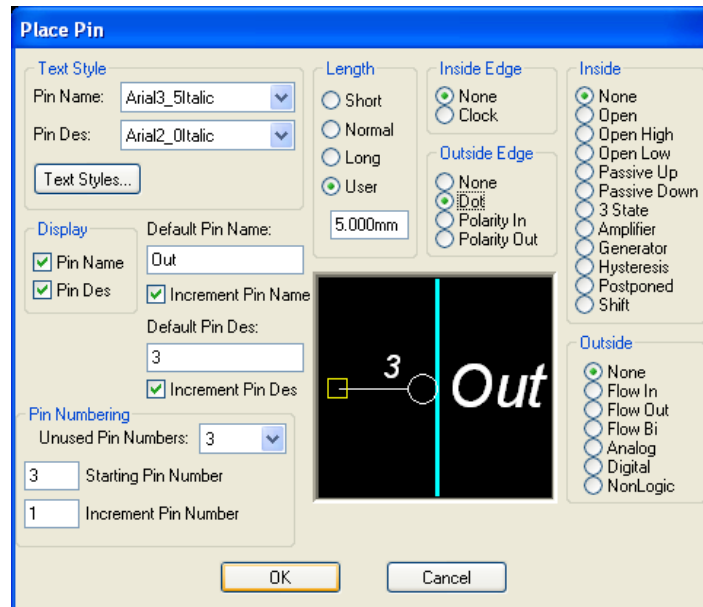

Рис. 4.11 - Установка параметров вывода *Out* в диалоговом окне **Place Pin**
- Для этого щелкнуть **ЛК** . Откроется диалоговое окно **Pin Properties**. В области **Outside Edge** выбрать значение **Dot** (Инверсный), а в остальных областях оставить **None**. В поле **Default Pin Name** ввести имя вывод — **Out**. В поле **Default Pin Des** ввести номер вывода **3**. Нажать на кнопку **OK** (рис. 4.11).